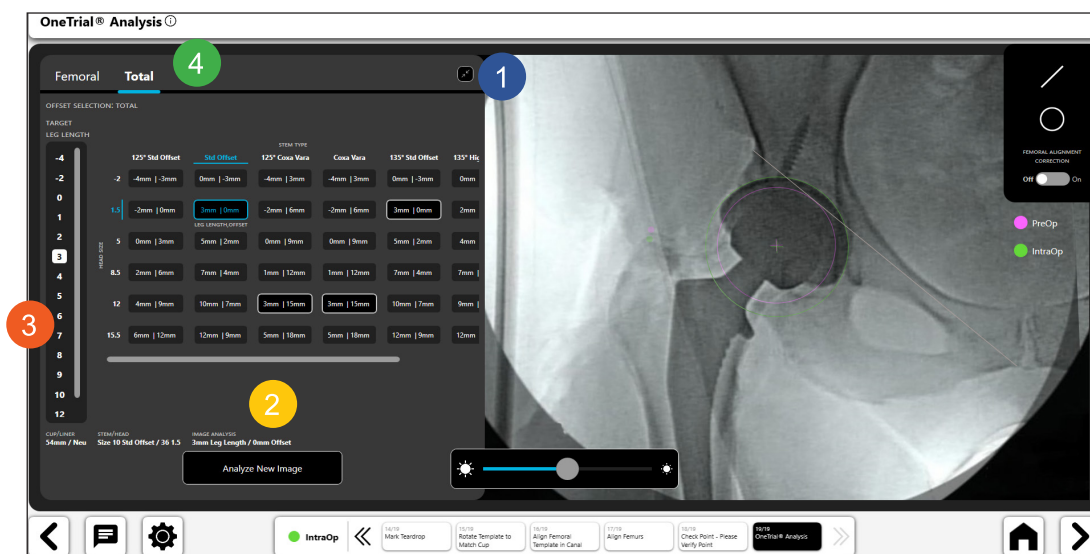

Figure 70: Analyse OneTrial™ – Tableau élargi
- Deux vues utilisateur comme illustré aux Figures 70 et 71.